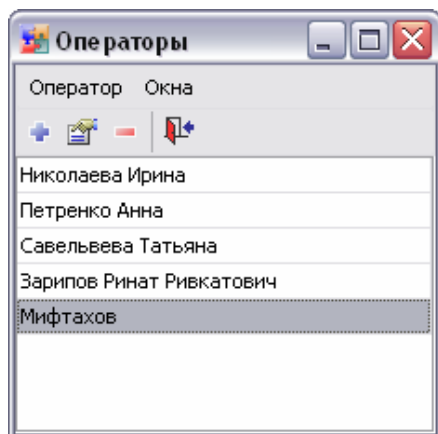
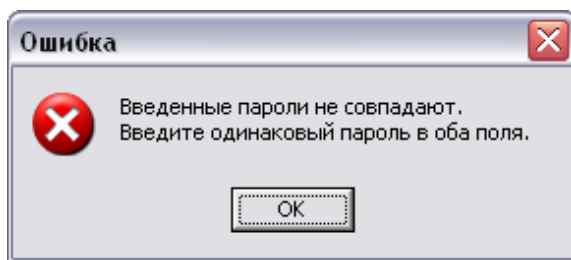

Рисунок 1.11
Рисунок 1.13
1. Выберите пункт меню **Система ⇒ Администрирование ⇒ Операторы**. Откроется окно «**Операторы**» (рис.1.11).
В результате выполненных действий в окне «**Оператор**» появится новая строка (рис.1.11). Если набор символов в поле «**Подтверждение пароля**» отличается от набора символов в поле «**Пароль**», появится диалоговое окно ошибки (рис.1.13), в котором нажмите кнопку <ОК>
1. Выберите пункт меню «**Система ⇒ Администрирование ⇒ Операторы**». Откроется окно «**Операторы**» (рис.1.11).